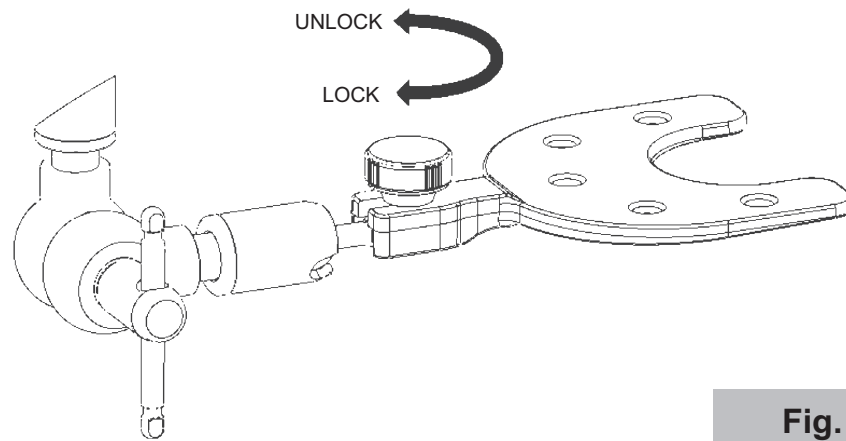

Fig. 05
4.5 Tenedor para Dentado: Posicione el tenedor en el conjunto de transferencia hasta el final del curso del conjunto de transferencia y utilice el tornillo para su fijación (**Fig.05**).